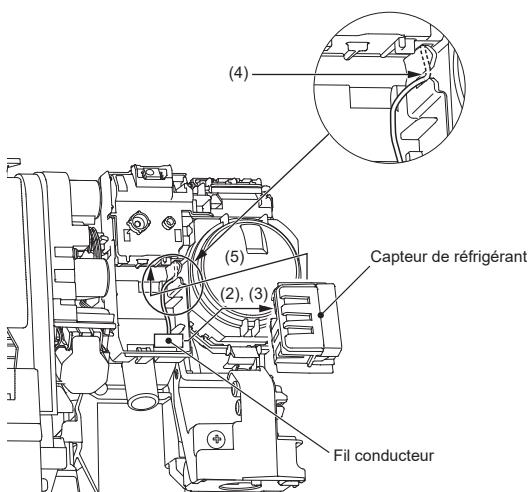
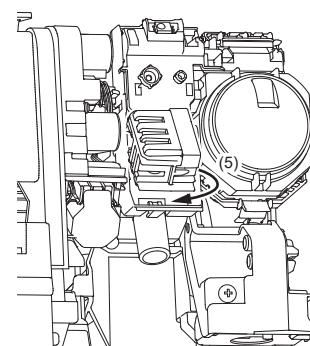

Fig. 1
Fig. 2
(2) Retirez le câble de plomb. (Fig. 1)
(3) Connectez le câble de plomb au capteur de réfrigérant. (Fig. 1)
(4) Poussez le câble de plomb dans la fente de manière à ce que le capteur de réfrigérant ne le presse pas.
(5) Installez le capteur de réfrigérant comme indiqué sur la figure. (Fig. 2)